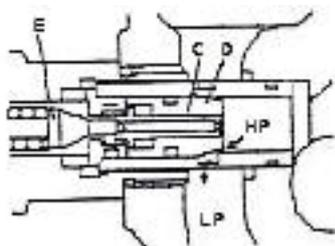

Рисунок 2-36
(2) Действие предохранительного перепускного клапана (Рисунок 2-36)